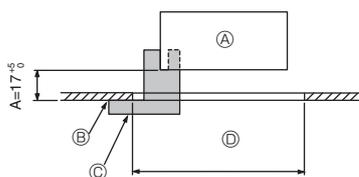
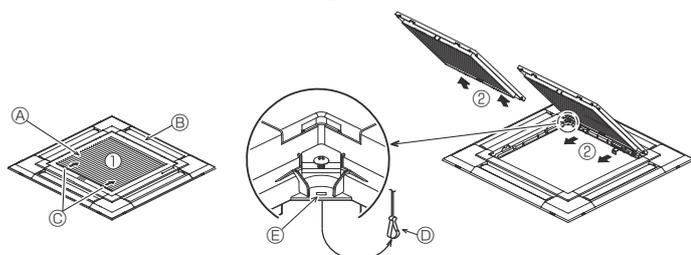
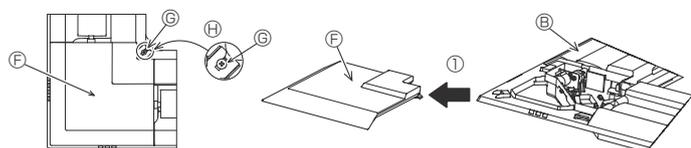

Fig. 9-2
Fig. 9-3
Fig. 9-4
①	Gitter	1	950 × 950 (mm)
②	Installationsmåler	1	(delt i fire)
③	Skrue (4 × 16)	1	til PLP-6EAE, PLP-6EALAE, PLP-6EALME
④	i-see sensor-hjørnepanel	1	til PLP-6EAE, PLP-6EALAE, PLP-6EALME
⑤	Trådløs fjernbetjening	1	til PLP-6EALM, PLP-6EALME
⑥	Holder til fjernbetjening	1	Medfølger hvis udstyret med trådløs fjernbetjening.
⑦	LR6 AA-batterier	2	Medfølger hvis udstyret med trådløs fjernbetjening.
⑧	3,5 × 16 pladeskruer	2	Medfølger hvis udstyret med trådløs fjernbetjening.
9.2. Forberedelser til fastgørelse af gitteret (Fig. 9-2)
- Juster og kontrollér placeringen af hovedenheden i forhold til loftsfladen med måler ②, der følger med dette sæt. Hvis hovedenheden ikke placeres korrekt i forhold til loftsfladen, kan der opstå luftlækager eller kondensdannelse.
- Ⓒ Installationsmåler ② (sat ind i hovedenheden)
9.2.1. Afmontering af indtagsgitteret (Fig. 9-3)
- Skub håndtagene i retningen angivet af pilen ① for at åbne indtagsgitteret.
- Med indtagsgitteret i "åben" position fjernes indtagsgitterets hængsel fra gitteret som vist med pilen ②.
9.2.2. Afmontering af hjørnepanelet (Fig. 9-4)
- Løsn de ④ skruer på hjørnet. Skub hjørnepanelet i retning af pil ① i illustrationen, og fjern hjørnepanelet.
- [Fig.9-3] [Fig.9-4]
- Ⓑ Gitter ①